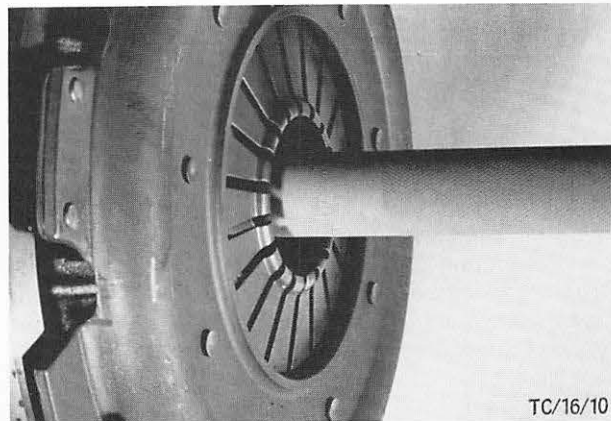

Abb. 135 Kupplungsdruckplatte und Reibscheibe mit Hilfe von Zentrierdorn GH-7554 montieren
2. Kupplungsdruckplatte und Reibscheibe mit Spezialwerkzeug 21-044 oder GH-7554 an Schwungscheibe ansetzen, dabei muß die flache Seite der Reibscheibe zur Schwungradseite zeigen. Abb. 135.